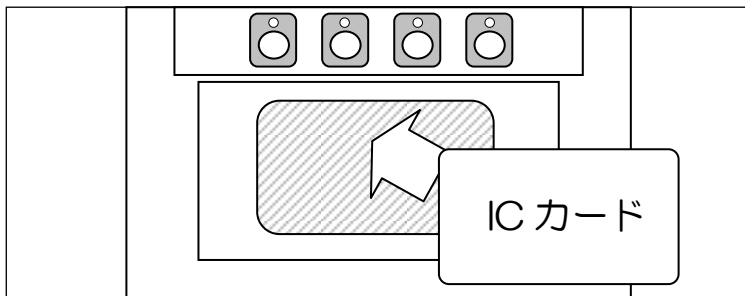

図 4.2-2 カードタッチ
- ②図 4.2-2 のようにカードタッチ部(斜線部)に平行になるよう、IC カードまたはおサイフケータイをかざしてください。